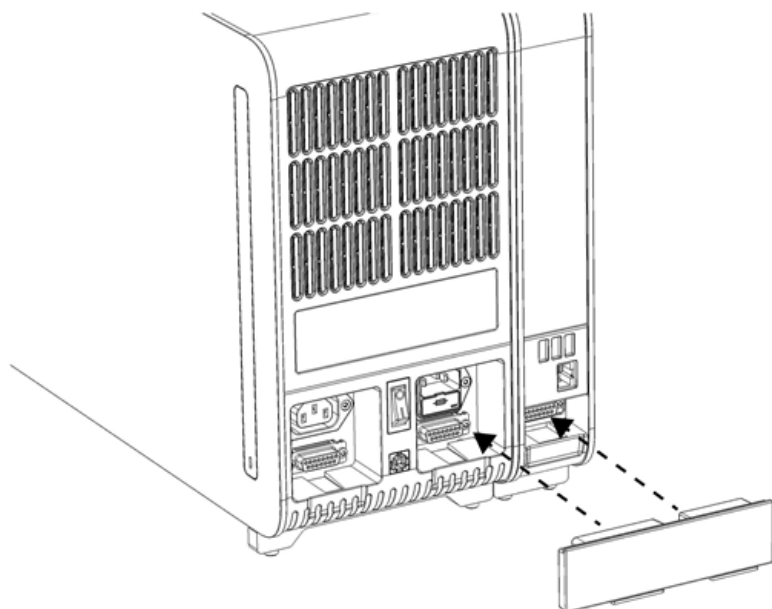

Bild 8. Ansluta brygga för analytisk enhet/drifsenhet.
5. Anslut bryggan för den analytiska enheten/drifsenheten på baksidan av QIAstat-Dx Analyzer 1.0 för att länka drifsenheten och den analytiska enheten (bild 8).